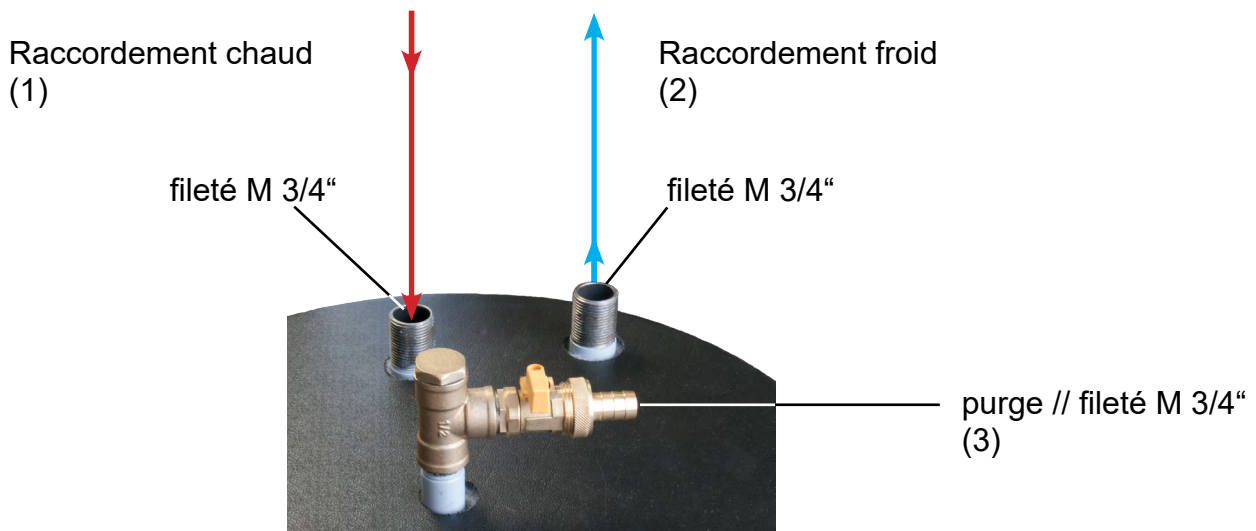

Figure 1
Connectez les conduites provenant des capteurs aux connexions désignées (1) et (2) sur le SolBox - voir la figure 1. Il faut assurer que les conduites allant des collecteurs au SolBox soient posées avec une pente.
Raccordez un tube au purgeur (3) - voir figure 1 - an pour aller dans un récipient. Ouvrez la vanne du purgeur (3).
Raccordez un tuyau à l'unité de purge d'air (3) - voir figure 1 - qui mène à un récipient collecteur. Le robinet à bille de l'unité de purge d'air (3) est ouvert.
- Raccordez un compresseur à la purge d'air (3) et ouvrez le robinet à boisseau sphérique. voir Figure 1